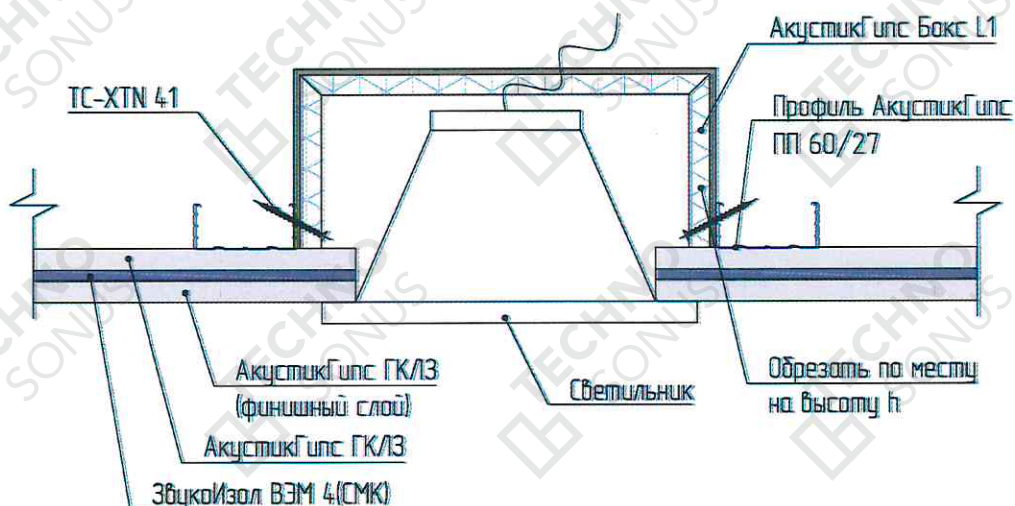

Рисунок 10 – Устройство потолочного светильника в типовые конструкции звукоизоляционных потолков
6.9. Выполнить установку звукоизоляционных ниш под потолочные встраиваемые светильники АкустикГипс Бокс L1 (если предусмотрена проектом именно эта модель) при помощи устройства перемычек-закладных из профиля направляющего АкустикГипс Профиль ППН 28х27 (см. рисунок 10). Перед установкой АкустикГипс Бокс L1, в коробе необходимо просверлить отверстие диаметром больше сечения провода на 5 мм. Через него заводим провод и фиксируем к закладным на саморезы ТС-XTN 3,9х41. Важно установить АкустикГипс Бокс L1 в одну плоскость с каркасом. После установки заполняем отверстие вокруг провода виброакустическим герметиком Сонетик. Устройство акустических ниш под трековые светильники отображено на рисунке 9. Все элементы коммуникаций, проходящих через облицовку звукоизоляционного потолка, должны быть герметизированы с помощью виброакустического герметика Сонетик Акрил после сборки системы. Если предполагается отделка поверхности панельными материалами или натяжным потолком, то возможно использование виброакустического герметика Сонетик Силикон.